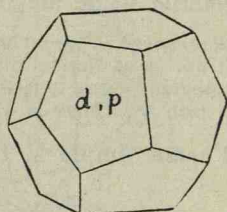

Fig. 69. Dodecaedrul pentagonal.
*Dodecaedrul pentagonal* are, după cum arată numele său, 12 fețe d. p. care sunt pentaogane, fig. 69.